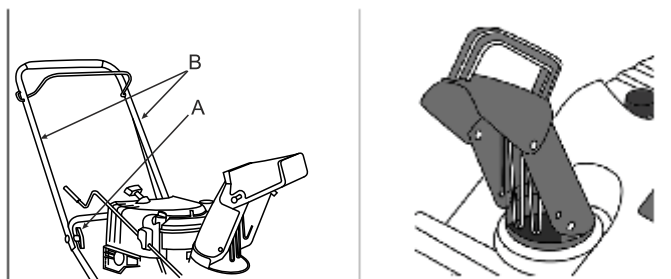

Рис. 3
РАЗГРУЗОЧНЫЙ ЖЕЛОБ (Рис. 3)
Установите снегоразгрузочный короб (Рис. 3) в следующем порядке:
4. Поверните регулировочный рычаг между крайними положениями. Убедитесь в том, что желоб выброса снега (Рис. 3) свободно вращается.